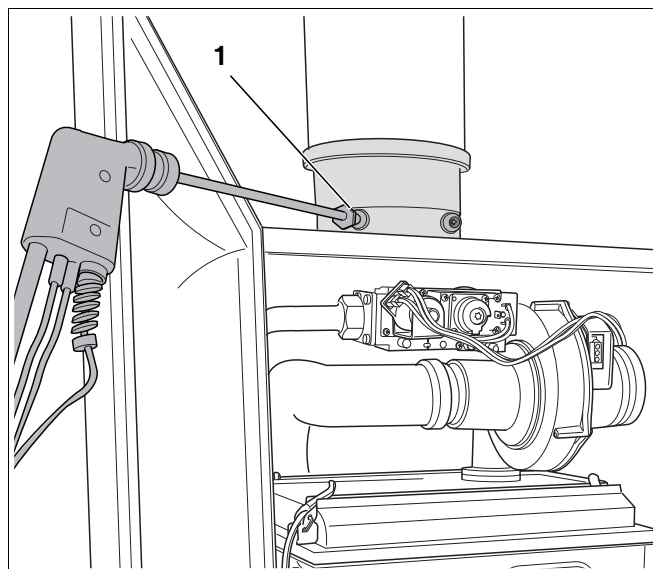

Bild 89 Mäta kolmonoxidhalten
- Ta bort skyddskåpan vid mätstället för avgaser (bild 89, **pos. 1**).
- Anslut avgasanalysmätapparaten vid det vänstra mätstället (bild 89).
- Mät kolmonoxidhalten vid mätstället för avgaserna (bild 89).
- Ta bort mätapparaten för avgasanalys och sätt fast skyddskåpan vid mätstället för avgaser igen (bild 89, pos. 1).